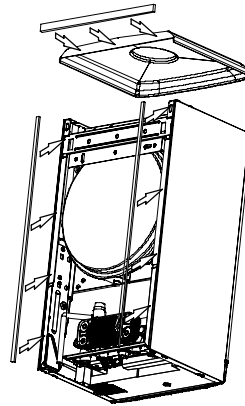

fig. 5.50
- 1 Applicare come indicato in fig. 5.50 le guarnizioni sui pannelli laterali della carrozzeria e sulla protezione superiore.